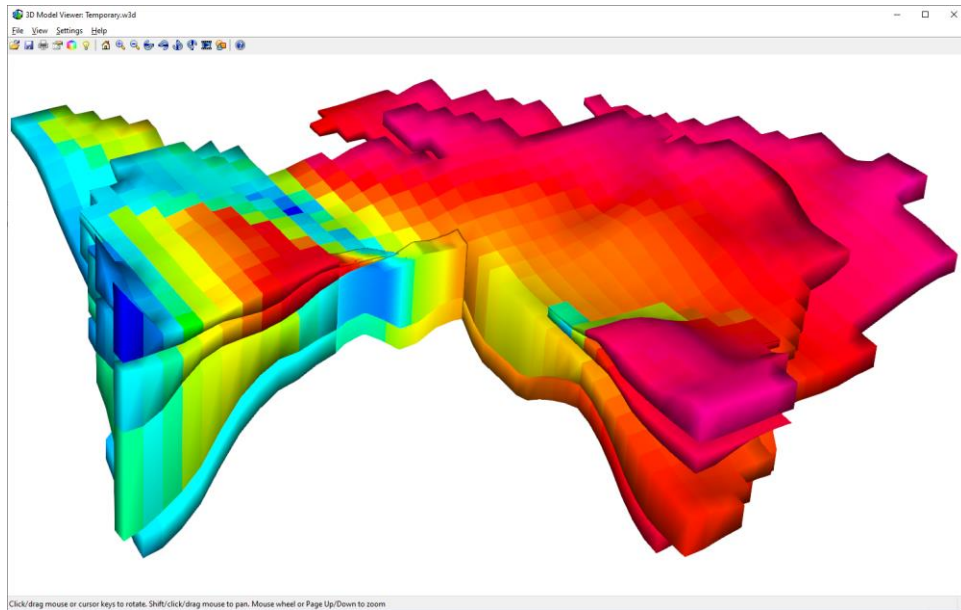
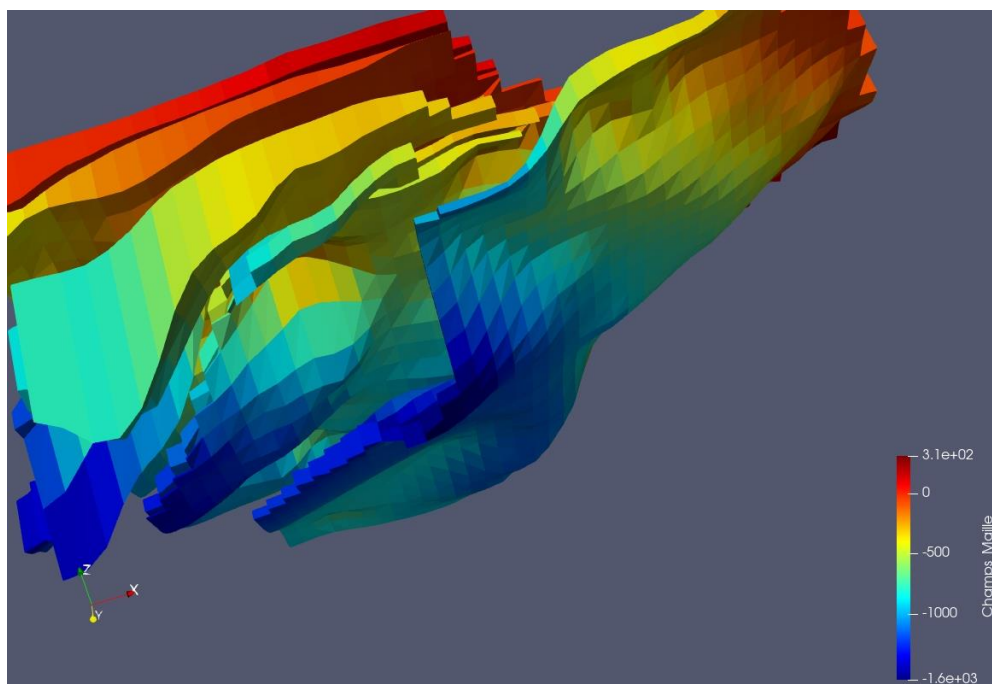

Figure 28 – Visualisation directe d'un modèle 3D de MARTHE par 3Dview (3D Model viewer ®) appelé par WinMarthe.
Figure 29 – Exportation directe par WinMarthe d'un modèle 3D de MARTHE et visualisation par Paraview ®.
- WinMarthe :  : En représentation 3D vers : 3Dview ® (Figure 28), VTK, Paraview ® (Figure 29), Tecplot ®.